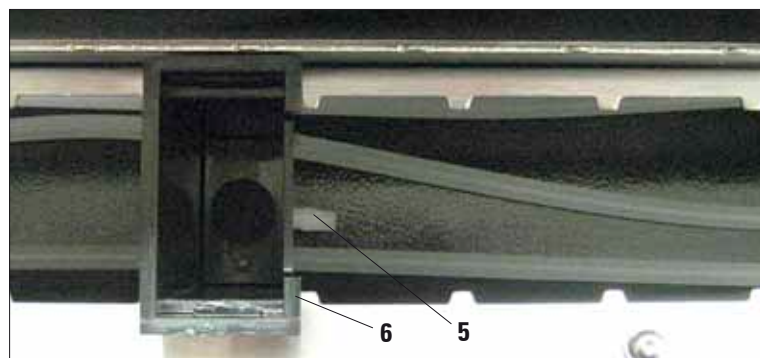

Fig. 23
Collocare il contenitore dell'acqua di risciacquo (6) nella posizione desiderata sulla piattaforma. Iniziare con la stazione più vicina alla vasca di scarico. Inserire il contenitore dell'acqua di risciacquo in modo che il raccordo del tubo flessibile (5) sia orientato in direzione del vano di rimozione (Fig. 23).